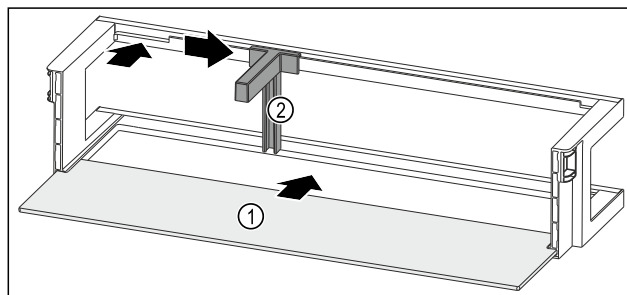

Fig. 59 Balconnet de contre-porte avec tablette de rangement
- Insérer la tablette de rangement Fig. 59 (1) dans les évidements latéraux.
- Insérer le range-bouteilles Fig. 59 (2) dans l'évidement.
- Pousser le range-bouteilles Fig. 59 (2) sur le côté en position souhaitée.